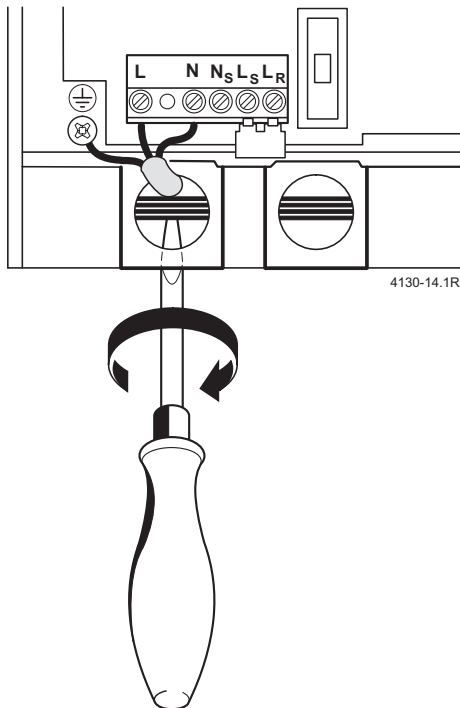

Fig. 15
- ▶ Fare passare il cavo attraverso la guarnizione del passacavo e collegarlo come da fig 15.